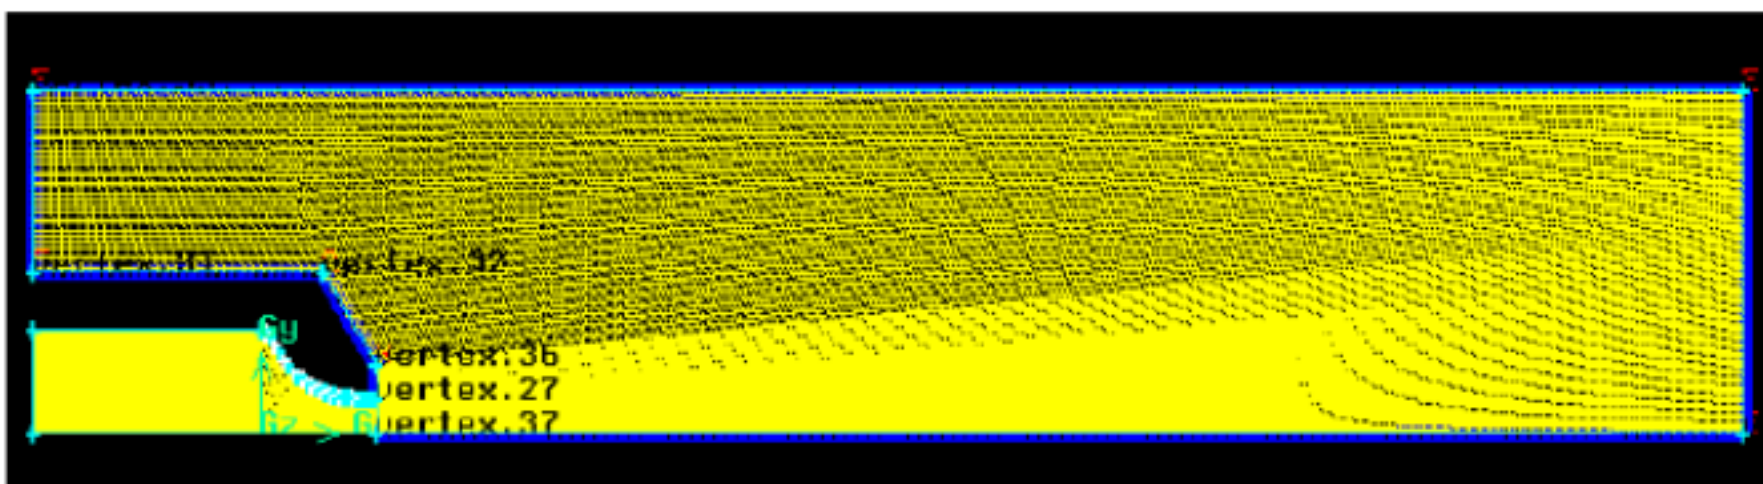

图 8
3. 划分外区域的网格，网格类型为 submap ( 见图 8 )。